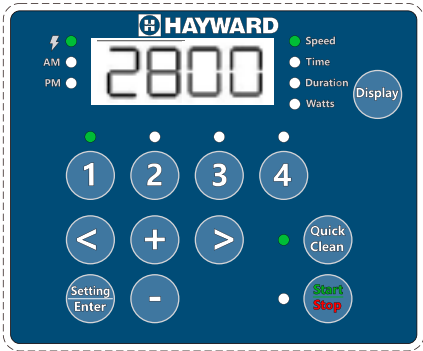

Figura 6
2. Premere Pulizia rapida. Il LED Pulizia rapida e il LED del parametro “Velocità” lampeggiano durante la modifica. **Vedere Figura 6.**